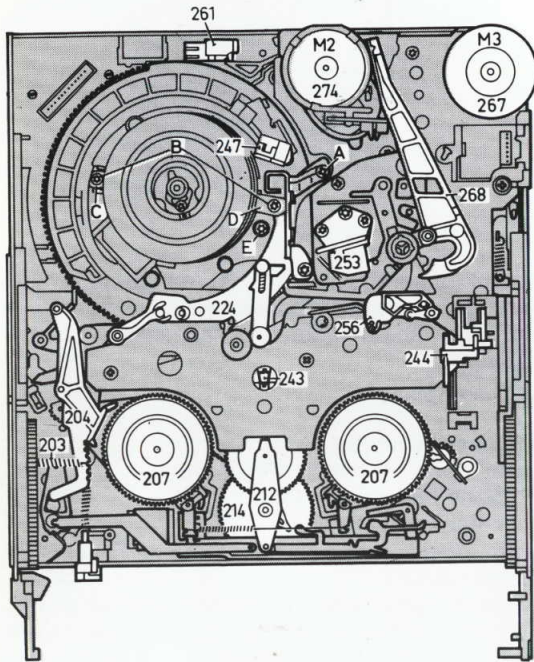

Fig. 3-1-17
- Scanner eruit nemen (Fig. 3-1-17).
- De rechter bevestigingsschroef E (Fig. 3-1-17) van de scannerdrager markeren. Schroef naar rechts draaien tot aan de stuit (het aantal slagen tellen).